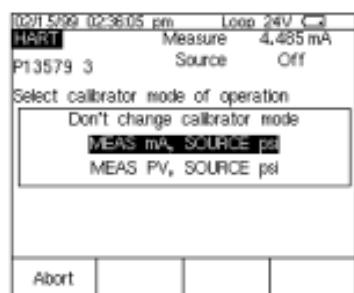

图 6
(图6)
因为温度控制器的数字读数需要进行校准的技术人员到控制室去查看读数，在DPC744上键入读数（见图6），对200°C和300°C重复上述操作。一旦测试完成，结果将如图7（图10）所示。
现在DPC已经被设置成向变送器输出正确的热电偶值，检测环路中的mA电流值并显示对应的定制单位值，并且提示用户输入温度控制器上实际显示出来的温度值（如图6），由此来计算系统的整体误差（图7）。
启动自动测试“**Auto test**”，DPC将模拟一个K型热电偶的100°C送至变送器并测量额定的4mA。一旦测量完毕，将会出现如图6所示的一个对话框。
2. 再按 **■** 键，仪器将提示您选择 744 的设置 (图 6)。选择 MEAS mA, SOURCE psi 将设置校准器测量模拟 mA 输出和同时加到变送器输入及压力模块上的压力。(选择 MEAS PV, SOURCE psi 将设置 744 评估来自变送器的数字 PV 输出。按 **■** 进行选择。